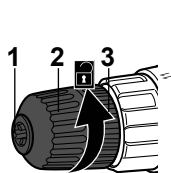

Fig. 1
- Halten Sie das schlüssellose Spannfutter (3) in Position und drehen Sie die Spannfutterhülse (2) gegen den Uhrzeigersinn, bis die Spannbacken (1) weit genug geöffnet sind, um den Bohrer einzusetzen (Abb. 1).